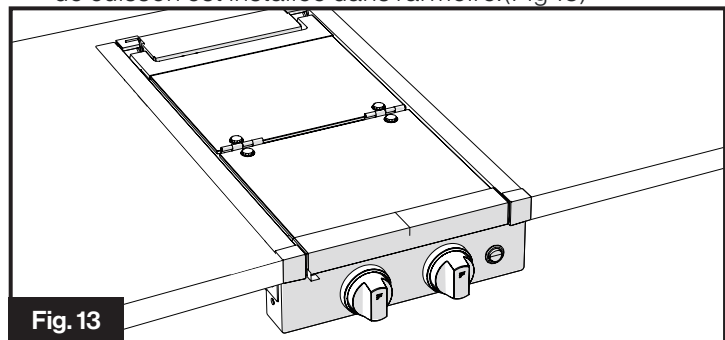

Fig. 13
- Fermez le couvercle de la vitre pliable en deux. La table de cuisson est installée dans l'armoire. (Fig 13)